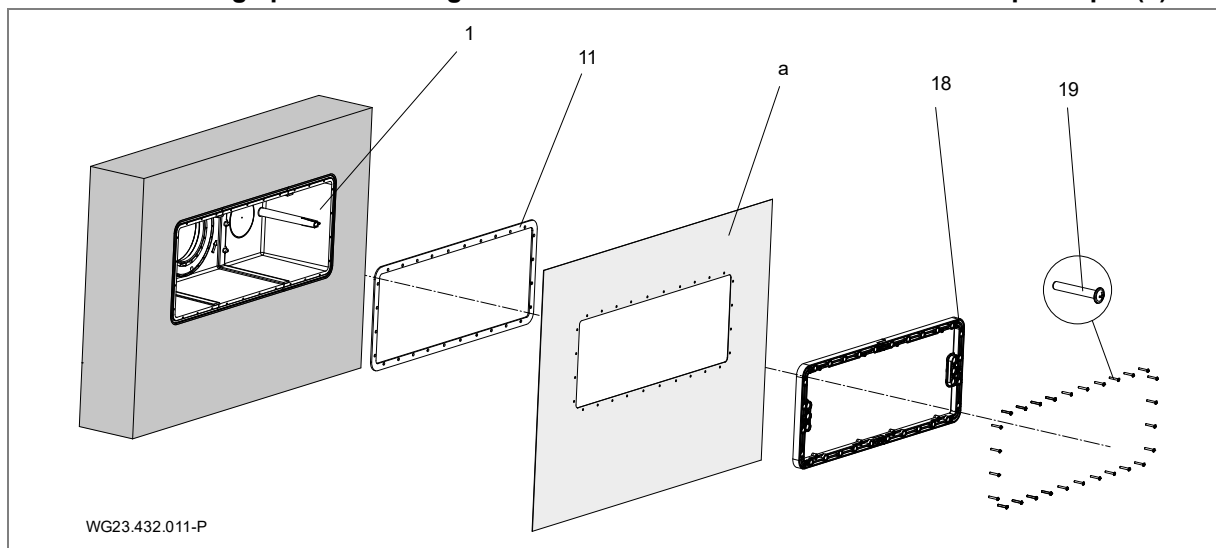

Fig. 7
Pour l'étanchement par rapport au mur en béton, il est recommandé de créer un anneau en résine époxy / sable silicieux sur tout le pourtour de la paroi extérieure côté bassin du boîtier (1). Voir "Fig. 7", page 15